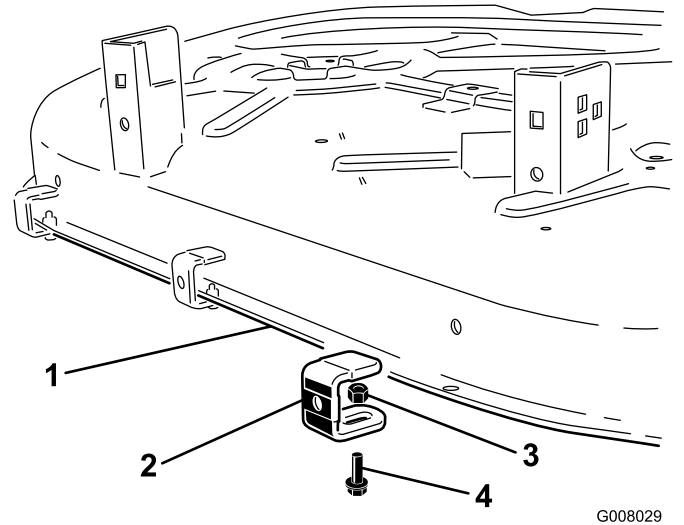

Figura 2
3. Instale el soporte en los taladros indicados en (Figura 2) usando tres pernos (1/4 x 3/4 pulgada) y tres contratuercas (1/4 pulgada). Sujete el tapón de goma del soporte firmemente contra la parte trasera de la carcasa y apriételo. Utilice los taladros exteriores de cada extremo de la parte trasera de la carcasa.